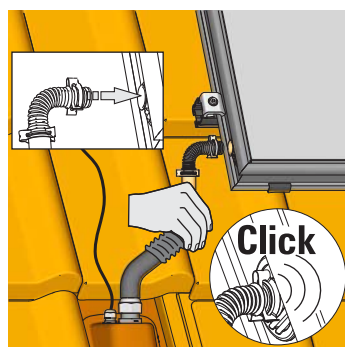

Fig. 3-42 Fase di lavoro 14
14. Inserire le curve di collegamento dei collettori nei tubi di collegamento fino all'innesto delle griffe di fissaggio (fig. 3-42).